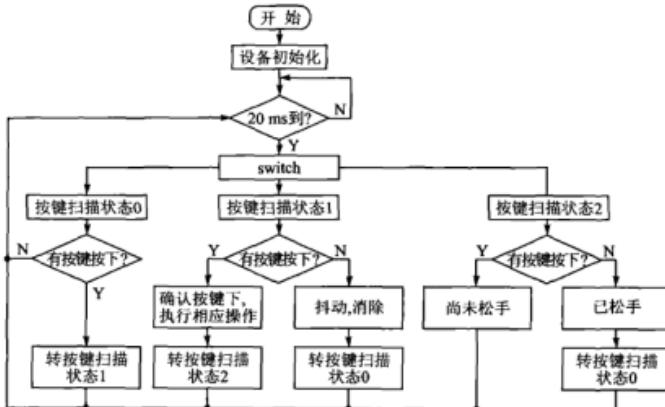

图 5.3.1 按键扫描实验程序流程图
本节进行一个思路简单的实验,使用 4 个按键分别控制 4 个发光二极管的亮灭状态。显然,按键的扫描过程将是本实验的重点所在。本节按键扫描程序的流程图如图 5.3.1 所示。
- ① 配置 RCC 寄存器组, 使用 PLL 输出 72 MHz 时钟作为系统时钟。
② 配置 GPIOA.0~GPIOA.3 这 4 个引脚为上拉输入模式，并配置 GPIOA.4~7 这 4 个引脚为推挽输出模式。
③ 配置 SysTick 使用系统时钟，并产生 20 ms 时间间隔。现在配合图 5.3.1 重点来分析一下此按键扫描方法的流程。首先请读者要明确的是：每 20 ms 进行一次按键扫描。
① 首先假设初始状态没有按键按下，GPIO 口也不存在抖动干扰电平，则此时的状态是“按键扫描状态 0”。进入执行之后，因为扫描不到 GPIO 的电平变化，因此直接退出该状态，并且不更新状态标志。20 ms 之后仍然执行重复的过程。
② 其次假设仍然没有按键按下，但 GPIO 上有干扰抖动电平，则程序首先仍然进入“按键扫描状态 0”。但进入执行之后，扫描到了 GPIO 上的电平变化，更新状态标志至“按键扫描状态 1”。20 ms 之后，进入“按键扫描状态 1”，再次检测 GPIO 的电平。因为是抖动电平，其持续的时间不会大于 20 ms，所以此处并不能再次检测到电平变化，因此确认为抖动电平，更新状态标志至“按键扫描状态 0”。这样就避免了将抖动电平误识别为按键按下的情况。
③ 最后假设有按键按下。首先仍然是“按键扫描状态 0”阶段，此状态阶段是判断按键对应的 GPIO 电平是否有跳变。此时已假设有按键按下，因此更新状态标志至“按键扫描状态 1”。20 ms 以后，进入“按键扫描状态 1”，检测到 GPIO 电平还维持上一次的状态，确认为按键按下，更新状态标志为“按键扫描状态 2”。再过 20 ms 之后，进入“按键扫描状态 2”，此时若还检测到电平维持上一次的状态，则显然表示按键尚未松开，则不更新状态标志。20 ms 后再次检测，直到按键松开之后才将状态标志更新为“按键扫描状态 0”，检测下一次按键操作。